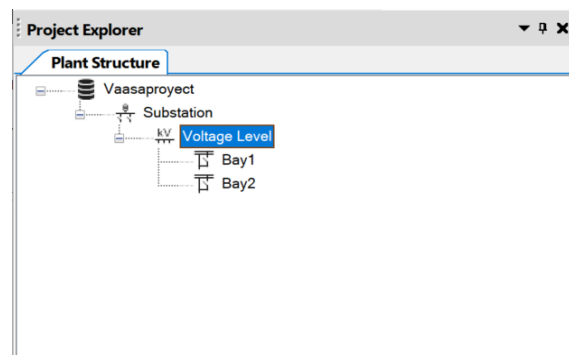

Imagen 326_Estructura del proyecto Vaasaproject.
- 5.1.6 Repetimos el paso anterior para crear una segunda bahía como se nos muestra la **Imagen 326**.